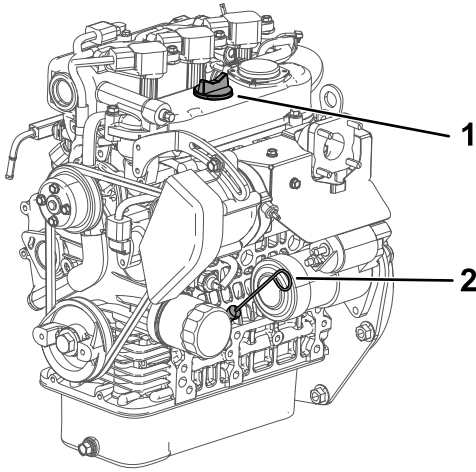

図 15
2. ディップスティックを抜ききれいなウェスで一度拭く 図 15。
3. ディップスティックを、チューブの根元までもう一度しっかりと差し込む 図 15。
4. ディップスティックをもう一度抜きとってオイルの量を点検する 図 15。
5. オイルの量が不足している場合は、補給口のキャップ 図 15を取り、ディップスティックのFULL マークまで補給する。
6. ディップスティックをしっかりと差し込んで終了 図 15